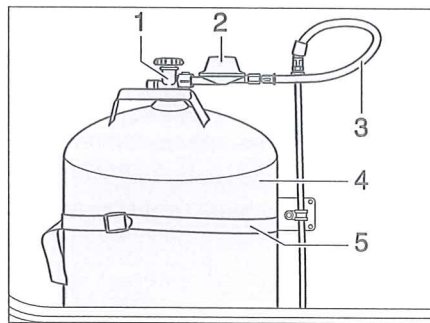

Bild 79 Gasbox
- Stäng huvudavstängningsventilen (Bild 79,1) på gasflaskan (Bild 79,4). Beakta pilriktningen.
- Gastryckregulatorn (Bild 79,3) skruvas av från gasflaskan för hand med gaslangan (Bild 79,5) (vänstergänga).
- Lossa fästremmarna (Bild 79,2) och tag ut gasflaskan.